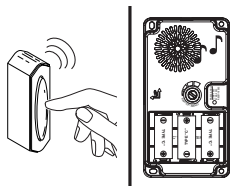

Figura 3
3. **Pruebe el alcance.** Ponga provisionalmente la campana y el pulsador en la posición donde los quiera instalar. Presione el pulsador para verificar que la campana y el pulsador funcionen apropiadamente (vea la Figura 3). Si la campana no suena, vea *Análisis de Averías*.